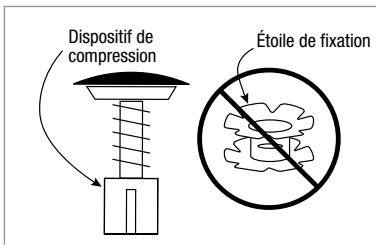

Figure 9
**▲ AVERTISSEMENT :** Ne jamais utiliser d'étoile de fixation lors de la pose d'une fourche à tube de pivot en carbone (Fig. 9). Utilisez un dispositif de compression conçu pour les tubes de pivot en carbone.